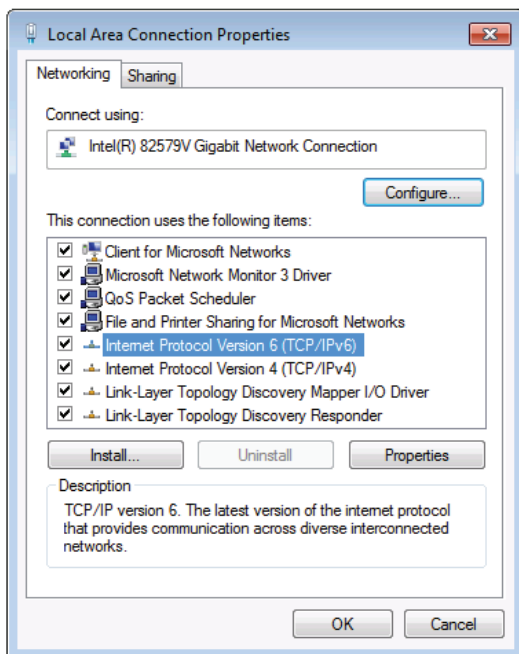

Рис. 10. Окно Local Area Connection Properties
3. Выделите подсветкой сетевой адаптер, который Вы хотите использовать для подсоединения к прибору, и щелкните на кнопке Change settings of this connection (Изменить настройки этого соединения). На экране появится окно «Local Area Connection Properties» (Свойства подключения по локальной сети) для выбранного сетевого адаптера, как показано на рис. 10.